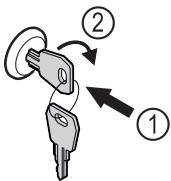

Fig. 143
- ▶ Zatlačte kľúč Fig. 143 (1).
- ▶ Otočte kľúč o 90° v smere hodinových ručičiek Fig. 143 (2).